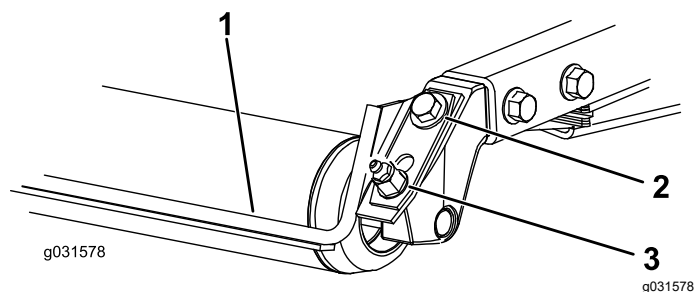

Figure 3
1. Desserrez le graisseur et la vis de fixation (Figure 3).